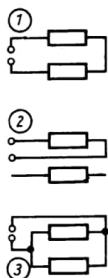

Bild 62
- 7.14 Ein elektrisches Heizgerät besitzt 3 Schaltstufen (Bild 62). An 220 V angeschlossen, fließt bei Schaltstufe 3 ein Strom von 10 A. Beide